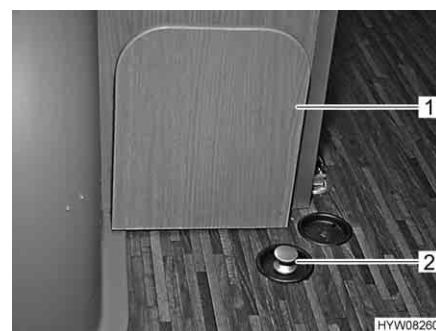

Fig. 39 Copertura per collegamenti
- Posizionare la copertura (Fig. 39,1) sull'apertura per i collegamenti e premerla.
- Togliere le coperture (Fig. 39,1 e 2).